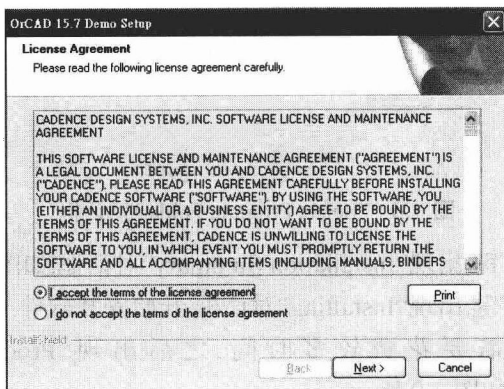

图 1.4 “License Agreement”对话框
② 单击“确定”键,出现“Installshield Wizard”对话框,之后自动出现“License Agreement”对话框,如图 1.4 所示。